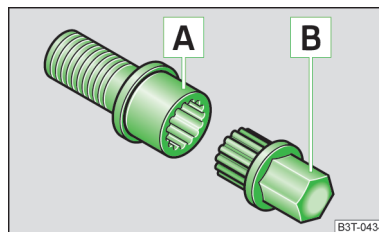

Fig. 172
- Spingere a fondo il lato dentato dell'adattatore B » fig. 172 nella dentatura interna del bullone A in modo tale che da quest'ultimo sporga soltanto l'esagono esterno.